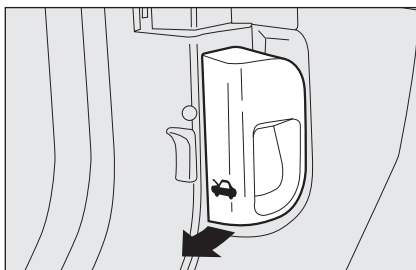

fig. 94
- tirer le levier **fig. 94** dans le sens indiqué par la flèche ;